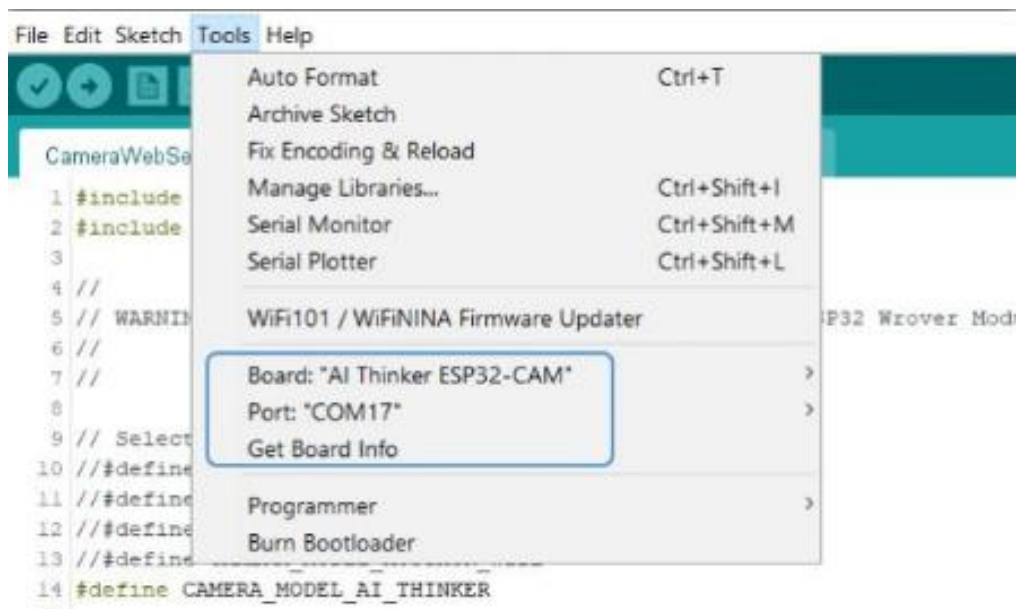

Рисунок 2.16 – Список налаштувань
**Крок 5.** У меню Tools нам потрібно задати актуальні параметри для програмування плати - вибрати плату, номер COM-порту і т. д. (рис. 2.16):